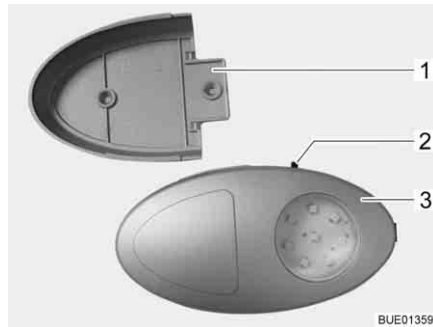

Bild 65 Klädskåpslampa
- ▷ Klädskåpslampan kan dras ut från skruvhållaren (Bild 65,1) och användas som ficklampa.
På-/av-brytaren (Bild 65,2) sitter direkt på klädskåpslampan (Bild 65,3).